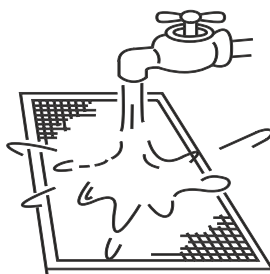

Figura 46
- El lado de la entrada de aire debe estar boca abajo cuando se utiliza agua limpia. (Consulte la Figura 46)